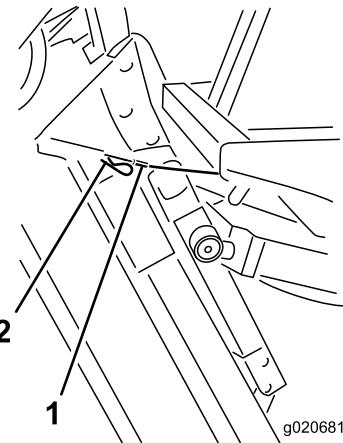

Figura 105
6. Mantenha a plataforma do cortador na vertical, coloque a extremidade do cabo sobre o pino no braço de elevação da plataforma do cortador e fixe com o pino de segurança (Figura 105).